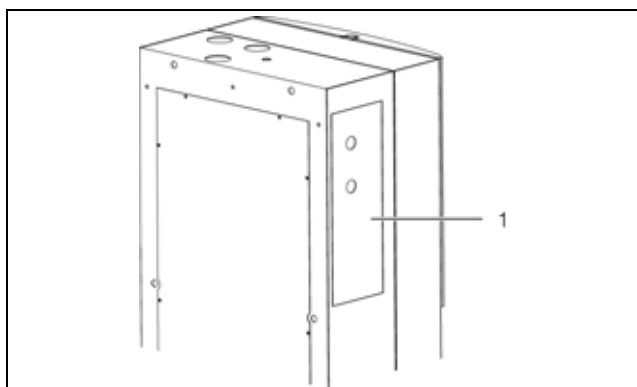

Рис. 45: Подключение к ПЛК (3360.100, 3360.250, 3360.470)
■ Откройте сервисную крышку (рис. 45, поз. 1) с левой стороны чиллера.
- **Только типы 3360.100, 3360.250, 3360.470:** откройте сервисную крышку (рис. 45, поз. 1).